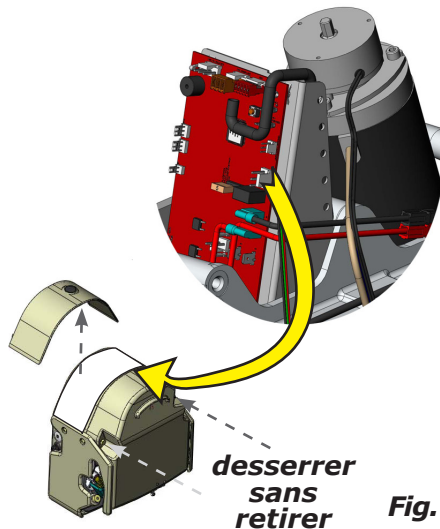

Fig. 1
3. Démontez le couvercle supérieur du chariot (Fig. 1).